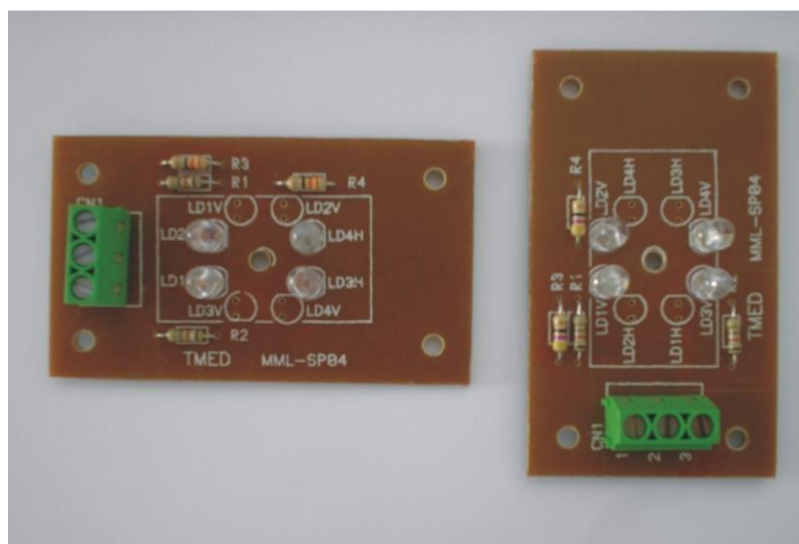

Figura 7 – PCI's dos SP's Horizontal e Vertical
No corredor, próxima à porta de entrada do apartamento ou enfermaria, localize a caixa de passagem contendo um cabo de dados (UTP de 4 pares), vindo do leito. Em seguida, identifique a orientação da caixa de passagem: ela pode estar instalada na direção vertical ou horizontal. A Figura 7 abaixo mostra os dois tipos de placa de circuito de SP existentes. Use a placa mostrada à esquerda se a caixa de passagem estiver instalada na direção horizontal. Alternativamente, use a placa mostrada à direita se a caixa de passagem estiver instalada na direção vertical. Siga os passos abaixo para efetuar as conexões do Sinalizador de Porta (SP):
- Na placa de circuito do sinalizador de porta (veja a Figura 7 abaixo), localize um borne de três vias rotulado com "CN1" e verifique que estas vias são numeradas com 1, 2 e 3;